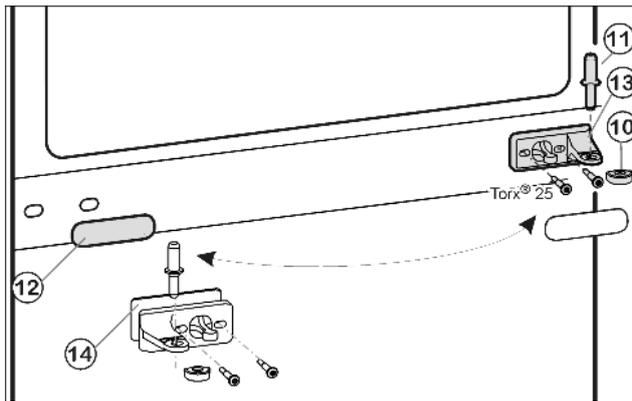
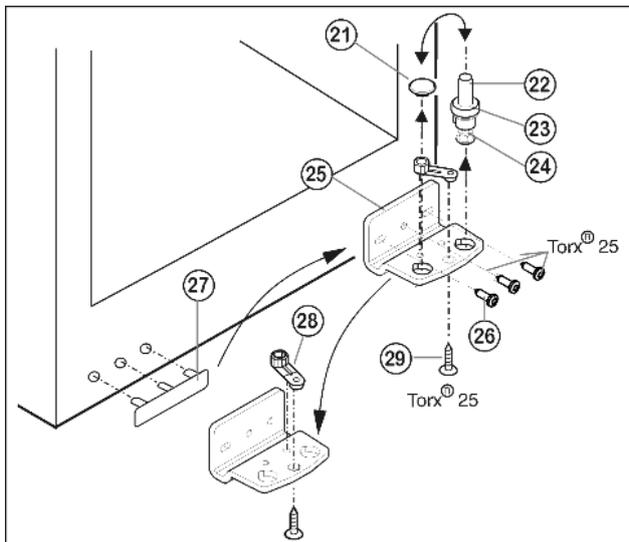

Fig. 8
Fig. 9
- ▶ Lagerbolzen Mitte Fig. 8 (11) aus dem Lagerbock und der unteren Tür herausziehen.
- ▶ Kunststoffkappe Fig. 8 (10) abziehen.
- ▶ Lagerbock Mitte Fig. 8 (13) abschrauben (2 mal Torx® 25).
- ▶ Abdeckblende Fig. 8 (12) vorsichtig abziehen.
- ▶ Lagerbock Mitte Fig. 8 (13) mit Unterlage Fig. 8 (14) um 180° gedreht auf die neue Scharnierseite **fest (mit 4 Nm)** anschrauben.
- ▶ Abdeckblende Fig. 8 (12) um 180° gedreht auf der neuen Griffseite wieder aufrasten.
- ▶ Lagerbolzen Fig. 9 (22) komplett, mit Scheibe Fig. 9 (23) und Stellfuß Fig. 9 (24), nach oben herausziehen.
- ▶ Stopfen Fig. 9 (21) abheben.
- ▶ Lagerbock Fig. 9 (25) abschrauben Fig. 9 (26).
- ▶ Lagerteil Fig. 9 (28) abschrauben Fig. 9 (29) und in das gegenüberliegende Aufnahmeloch des Lagerbocks umsetzen, wieder festschrauben.
- ▶ Griffseitige Abdeckung Fig. 9 (27) vorsichtig abheben und auf die Gegenseite umsetzen.
- ▶ Lagerbock Fig. 9 (25) auf der neuen Scharnierseite ggf. mit Hilfe eines Akkuschraubers **fest (mit 4 Nm)** wieder anschrauben.
- ▶ Stopfen Fig. 9 (21) in das andere Loch wieder einsetzen.
- ▶ Lagerbolzen Fig. 9 (22) komplett, mit Scheibe und Stellfuß, wieder einsetzen. Dabei darauf achten, dass der Rastnocken nach hinten zeigt.
- ▶ Untere Tür von oben auf Lagerbolzen unten Fig. 9 (22) aufsetzen.
- ▶ Die Kunststoffkappe Fig. 8 (10) wieder auf den Lagerbock Mitte Fig. 8 (13) aufsetzen.
- ▶ Lagerbolzen Mitte Fig. 8 (11) auf der neuen Scharnierseite durch den Lagerbock Mitte Fig. 8 (13) in die untere Tür einsetzen.
- ▶ Obere Tür auf den Lagerbolzen Mitte Fig. 8 (11) setzen.
- ▶ Die Türen eventuell über die beiden Langlöcher im Lagerbock unten Fig. 9 (25) und Lagerbock Mitte Fig. 8 (13) fluchtend zum Gerätegehäuse ausrichten. Dazu mittlere Schraube im Lagerbock unten Fig. 9 (25) herausdrehen.